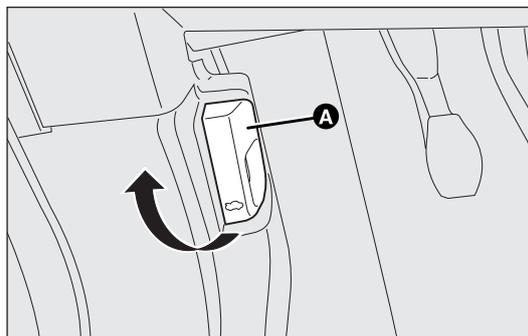

fig. 93
- tire de la palanca A-fig. 93 hacia el sentido indicado por la flecha;